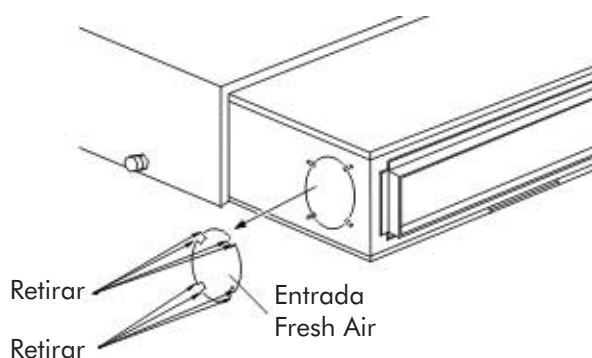

Fig. 30
1. Si se necesita algún conducto de renovación de aire, la entrada de renovación de aire ha de habilitarse como muestra la Fig.30. De no ser así, por favor utilice algo para taponar dicho orificio.